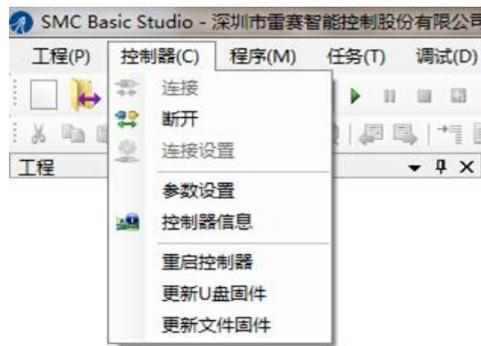

图 5-24 固件升级
2、“控制器”→“更新文件固件”，“浏览”固件位置，点击“固件升级”进行升级，可以通过进度条读取更新进度，如图 5-24 所示。